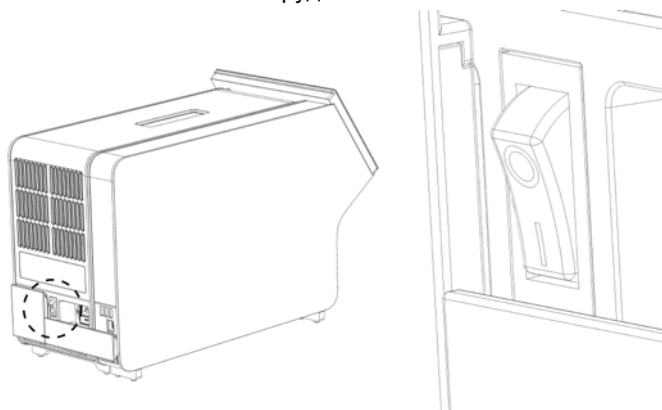

Рис. 21. Найдите выключатель питания и приведите его в положение «I».
10. Включите прибор нажатием выключателя питания на задней стороне аналитического модуля — выключатель необходимо привести в положение «I» (рис. 21, следующая страница). Убедитесь, что индикаторы состояния на аналитическом и рабочем модулях горят синим светом.